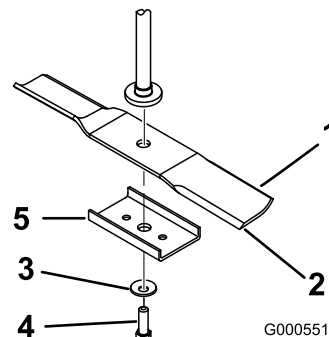

Figura 47
2. Retire cavilha da lâmina, a anilha curva, esticador de lâmina e lâmina do eixo (Figura 47).
1. Instale lâmina no eixo (Figura 47).
2. Instale um esticador de lâmina, a anilha curva (lado oval virado para a lâmina) e o parafuso da lâmina (Figura 47).